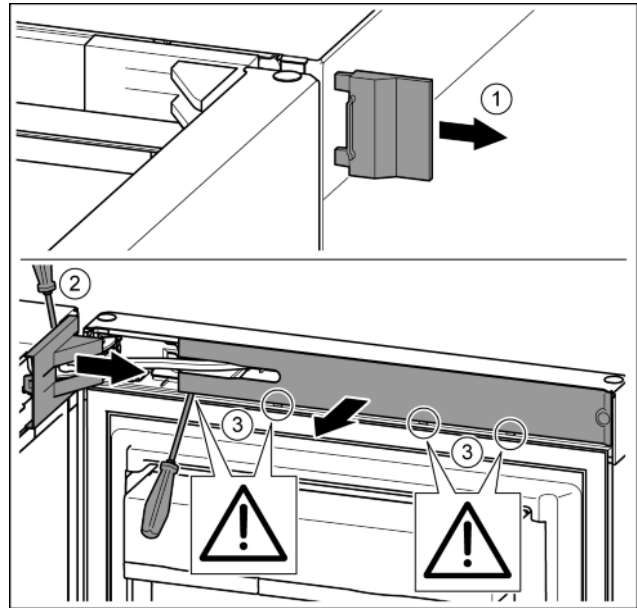

Fig. 10
► Снять внешнюю крышку. Fig. 10 (1)
► При помощи отвертки освободить от фиксаторов крышку опорного кронштейна и отсоединить. Снять крышку опорного кронштейна. Fig. 10 (2)
► Вывести накладку из зацепления и отвести в сторону. Fig. 10 (3)